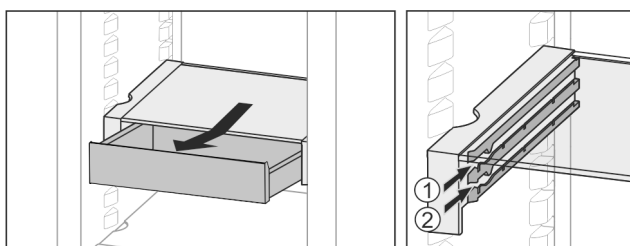

Fig. 29
- ▶ Introduceți la înălțimea dorită Fig. 29 (1) sau Fig. 29 (2).